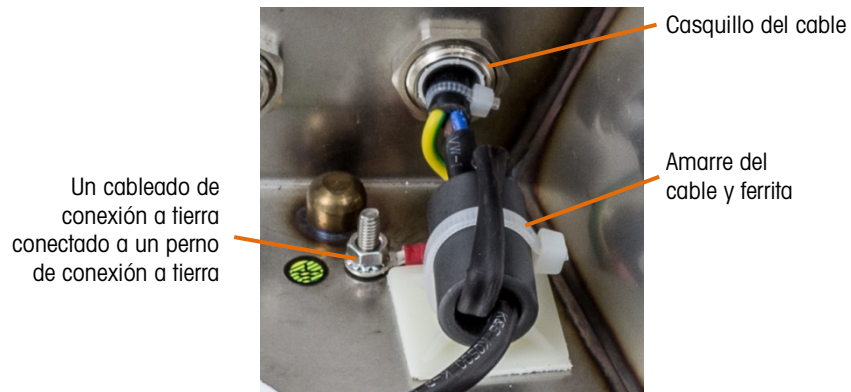

Figura 2-13: Ubicación original del cordón eléctrico
- B. Ajuste el cable apretado al sostener la ferrita del cordón eléctrico en la carcasa (se indica en la Figura 2-13).